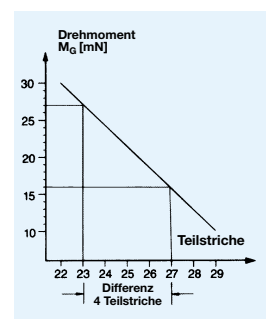

Bild 3
- Nachstellmutter (1) von Hand bis zur Anlage der Tellerfeder (7) zustellen.
- Weiterdrehen, bis die 4 Kerben (5) am Umfang der Nachstellmutter (1) und die Kerben im Sicherungsring (6) übereinstimmen.
- Die Nachstellmutter (1) mit einem Stirnlochschlüssel um die Anzahl der Teilstriche weiterdrehen, die dem gewünschten Drehmoment entspricht (Bild 3). (Anzahl der Teilstriche auf dem Einstellprogramm.)
- Die Kerben am Umfang der Nachstellmutter (5) und am Sicherungsring (6) müssen in gleicher Position stehen.
- Sicherungsschraube (2) mit Loctite 242 Kleber bestreichen und in die Nachstellmutter (1) eindrehen.